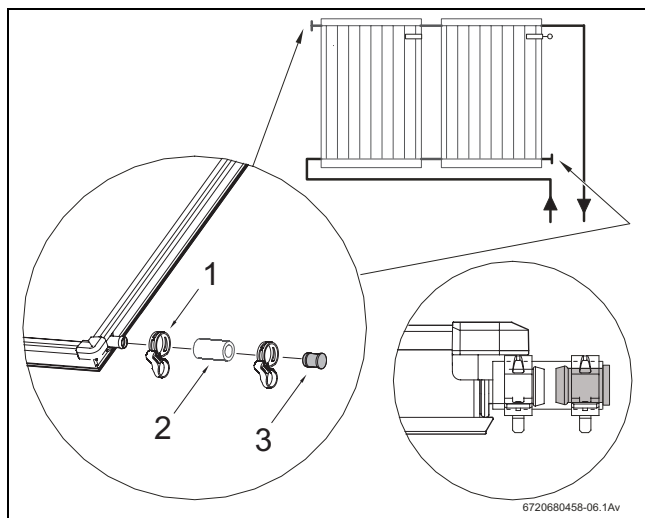

Fig. 35 Montaggio del tappo cieco e della fascetta stringitubo
- Infilare il tubo di gomma per solare 55 mm (fig. 35, [2]), con tappo cieco già montato, sui due attacchi liberi del campo di collettori.